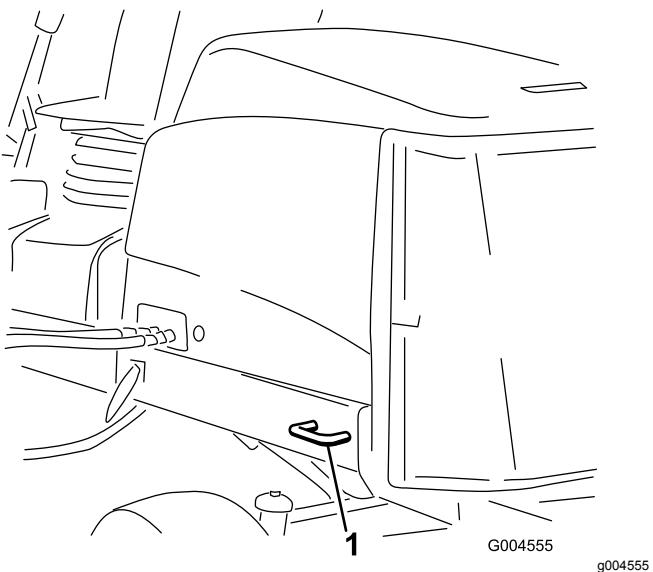

Figura 40
- Traseira – cada lado da máquina na estrutura traseira (Figura 40).